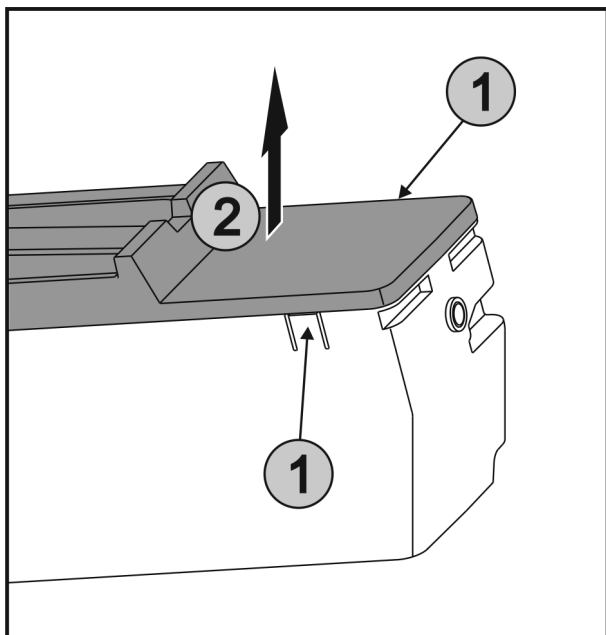

Fig. 48
- ▶ Wcisnąć jednocześnie nakładki Fig. 48 (1) znajdujące się po obu stronach EasyTwist-Ice, a pokrywę zdjąć podnosząc Fig. 48 (2) do góry.